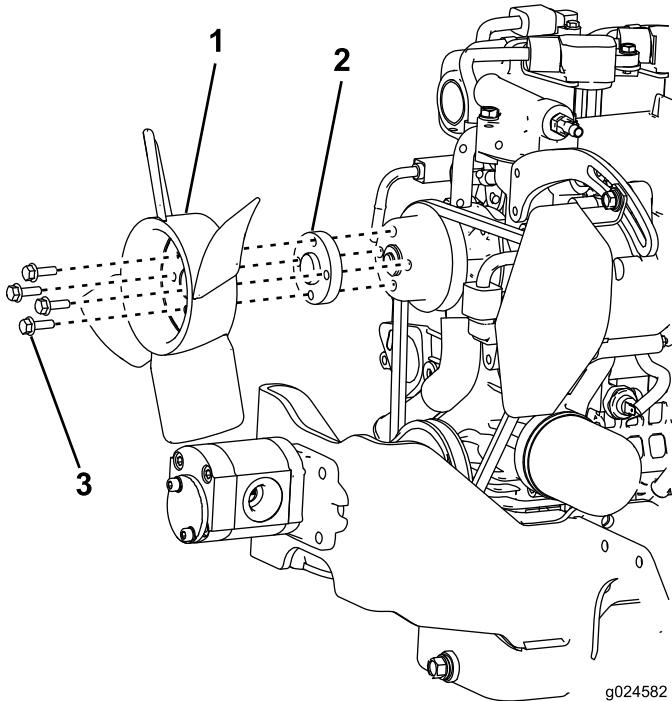

Figura 7
2. Instale o aro da ventoinha e ventoinha na polia; consulte Figura 7.